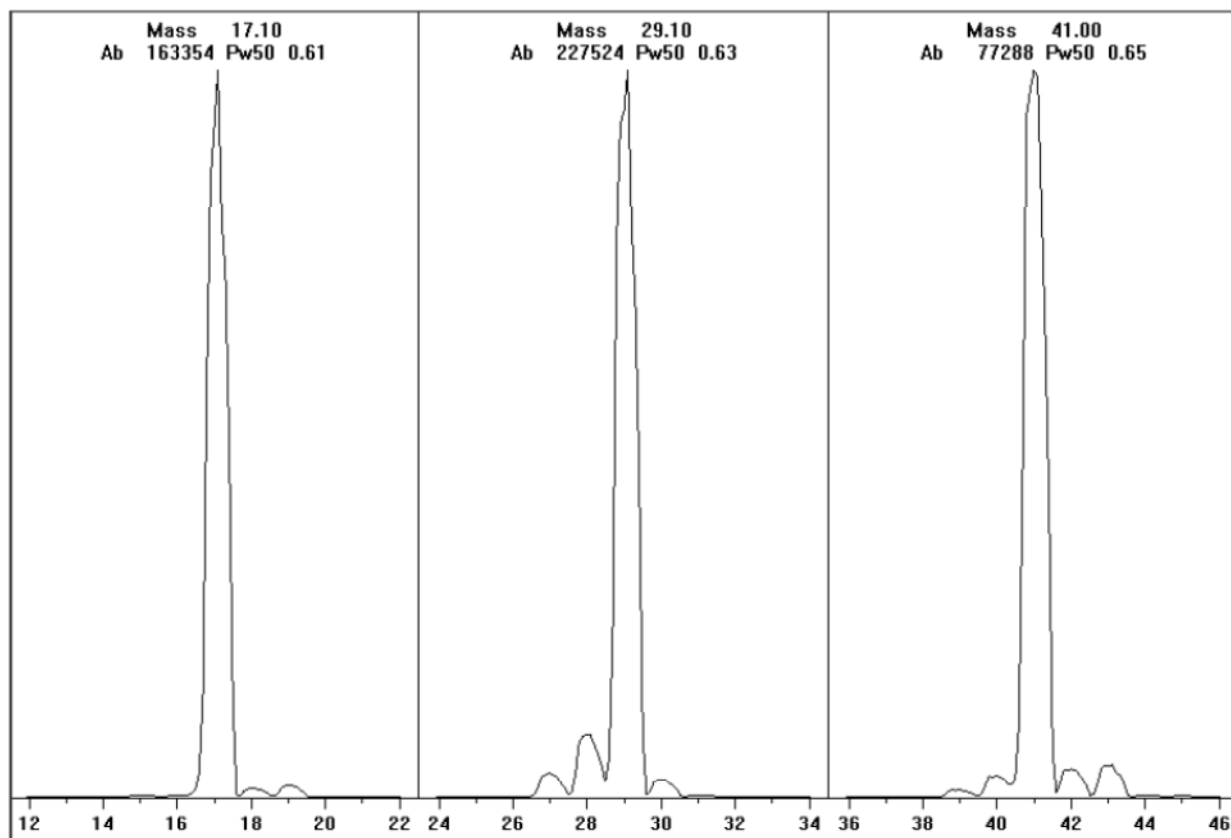

Рисунок 29 Сканы ионов реагента
- 5 Осмотрите выведенный скан ионов реагента (Рисунок 29).